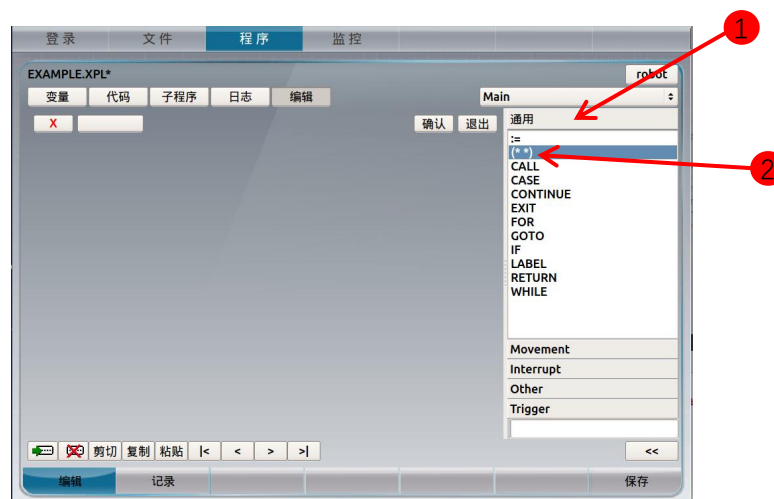

图 19
2. 在右侧指令候选栏中，点击“通用”标点栏（图 19 中标记 1），选择注释指令“(**)”（图 19 中标记 2）并添加，